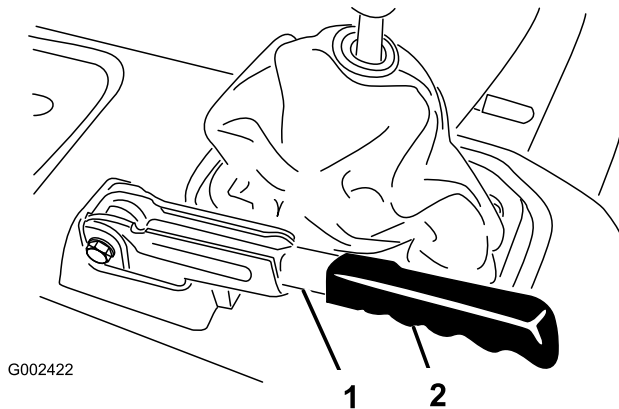

Figure 62
1. Enlevez la poignée en caoutchouc du levier de frein de stationnement (Figure 62).